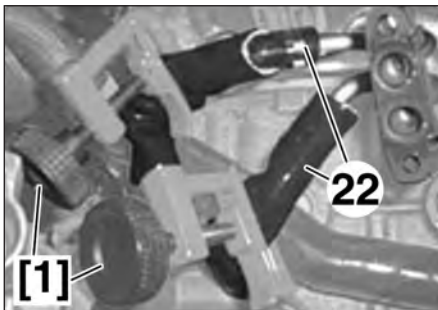

FIG.68
• Poser les outils [1] sur les durits de refroidissement (22) du turbo (Fig.68).